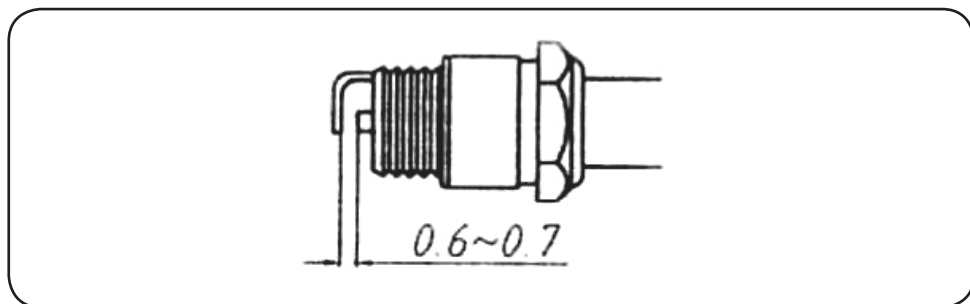

Рис. 14
- усуньте плями нагару зі свічки запалювання та встановіть іскровий проміжок, рівний 0,6-0,7 мм. Див. рис. 14.